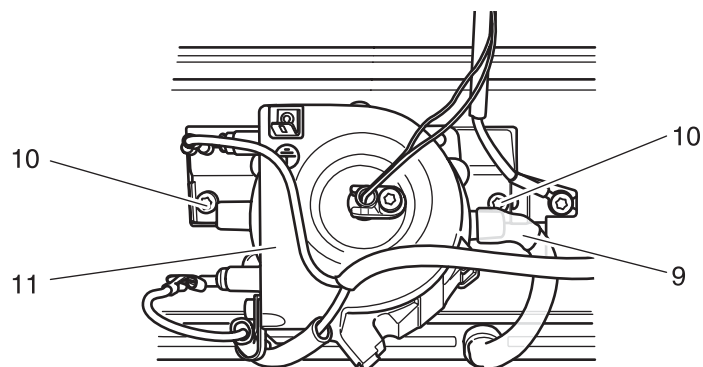

Fig. 11
- Den Silikonschlauch 9 am Dampfgenerator 11 abziehen (Fig. 11).